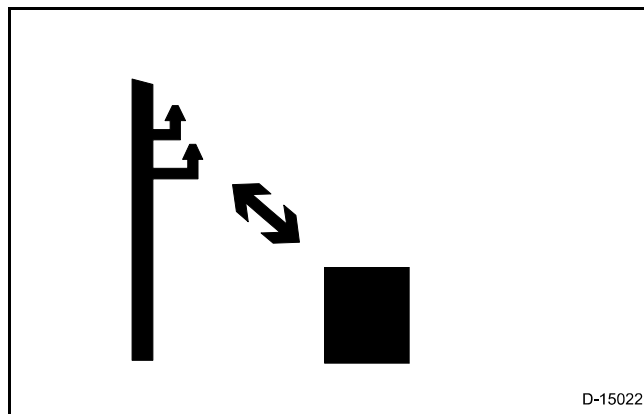

Figure 5
**Figure 5:** Éviter tout contact avec des lignes à haute tension. Un contact avec des lignes à haute tension peut provoquer une électrocution et causer des blessures très graves ou la mort.